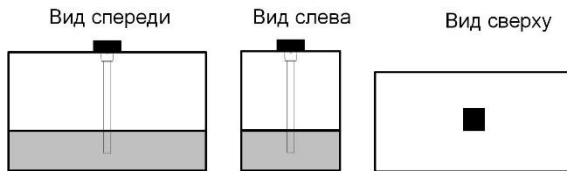

Рисунок 1
- 1) Установку изделия производить в зависимости от геометрической формы бака в места, указанные на рисунке (Рисунок 1). Установка изделия в этих местах обеспечивает независимость уровня топлива от наклона ТС.
- 2) В случаях, когда невозможно обеспечить установку изделия в места, указанные на рисунках (Рисунок 1), место установки необходимо максимально приблизить к указанным.